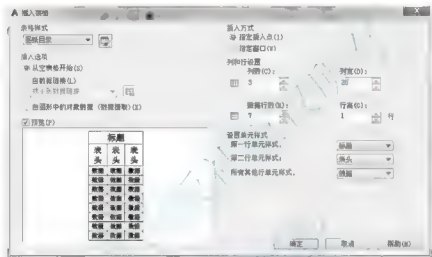

图 3.120 【插入表格】对话框
(1) 执行菜单栏中的【绘图】|【表格】命令或单击【绘图】工具栏上的图标，打开【插入表格】对话框，按照图 3.120 所示设置该对话框。